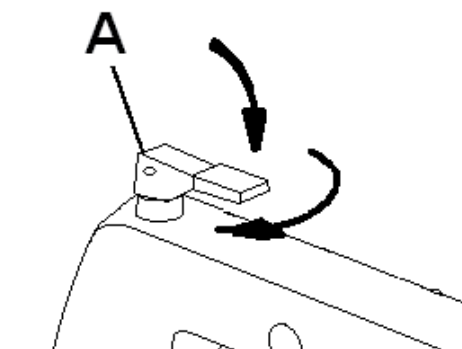

Рис. 8
- Поверните ее по часовой стрелке, чтобы увеличить натяжение (Рис. 8).